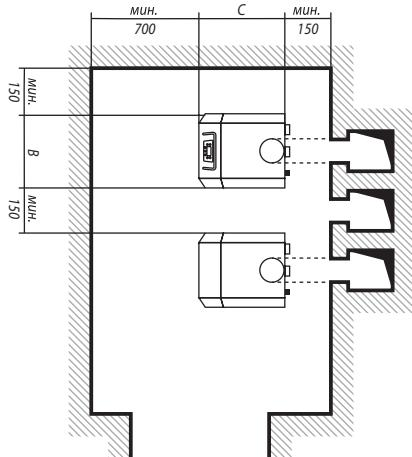

Рис. 4. Схема размещения котла
- 4.4. Необходимо оставлять свободное пространство вокруг котла для безопасного проведения сервисного обслуживания и ремонтных работ. Рекомендованные минимальные расстояния указаны на схеме (рис.4).